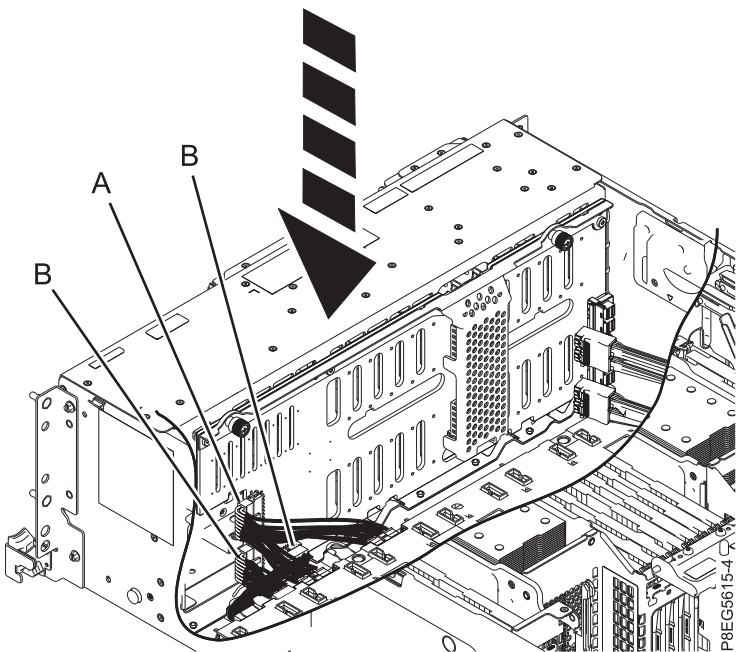

Figura 18. Reconexión de los cables de alimentación, señal y panel de control a la placa posterior de la unidad de disco
5. Vuelva a conectar los cables de señal y de panel de control **(B)**, y el cable de alimentación Y **(A)**, a la placa posterior de la unidad de disco, como se muestra en la Figura 18.